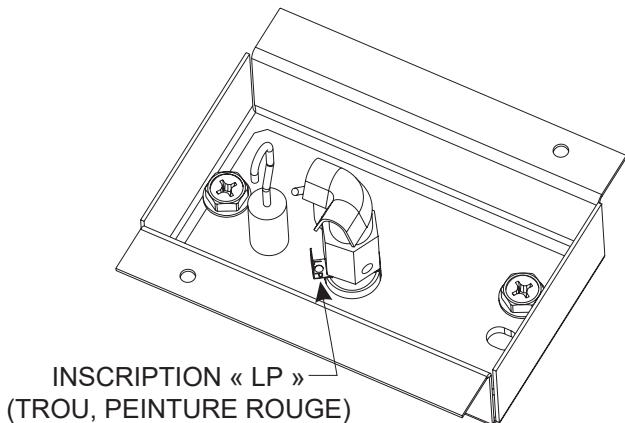

Figure 8
- Utiliser une clé ouverte de 7/16 po pour desserrer le corps de la veilleuse en tournant légèrement en - sens antihoraire. Faire glisser l'attache de l'orifice de la veilleuse vers l'autre côté et le serrer en tournant en sens horaire. **Voir Figure 8.**